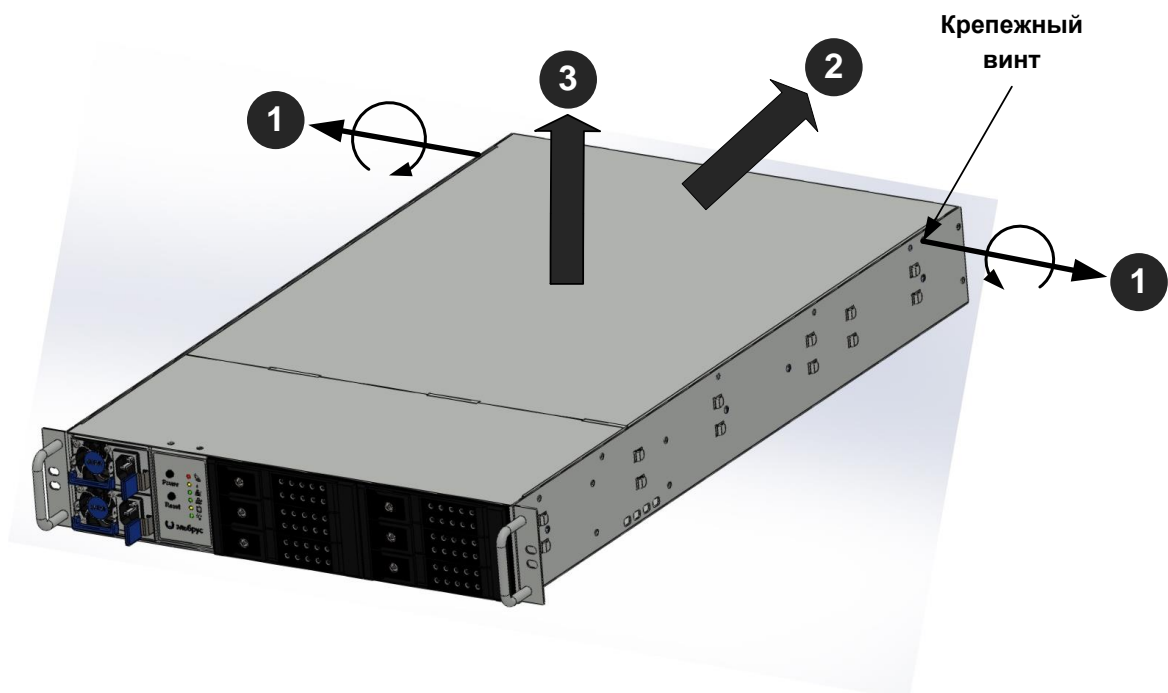

Рисунок 16 – Демонтаж крышки корпуса
- открутить крестообразной отверткой два крепежных винта крышки корпуса в направлении стрелок 1 (см. рисунок 16);
- сдвинуть крышку назад на 1,5 см в направлении стрелки 2 (см. рисунок 16);
- снять крышку из корпуса в направлении стрелки 3 (см. рисунок 16).